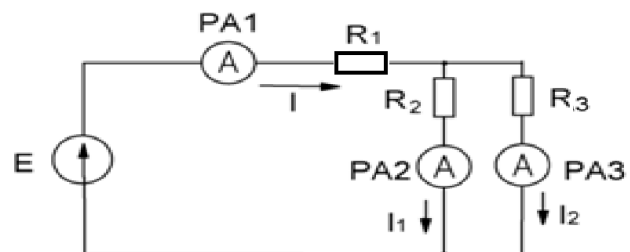

Рисунок 1
- 5. Собрать на стенде схему Рисунок 1